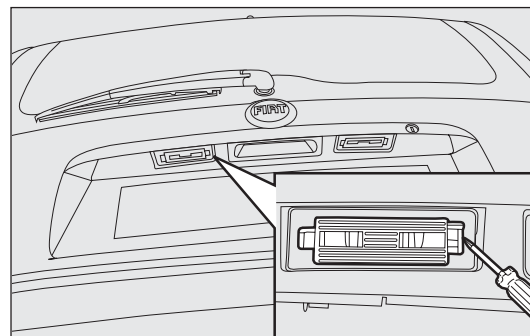
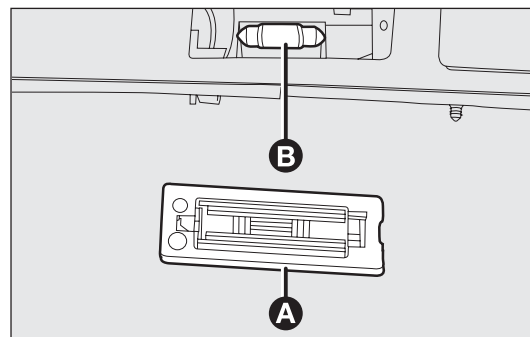

fig. 155
fig. 156
- con un cacciavite premere sulla molla di ritenuta come indicato in fig. 155 ed estrarre il trasparente A-fig. 156 e dal portalampada la lampada B;